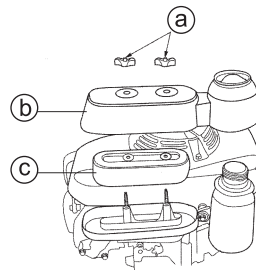

Fig. 35
9.5 Filtre à air (Voir Fig. 35)